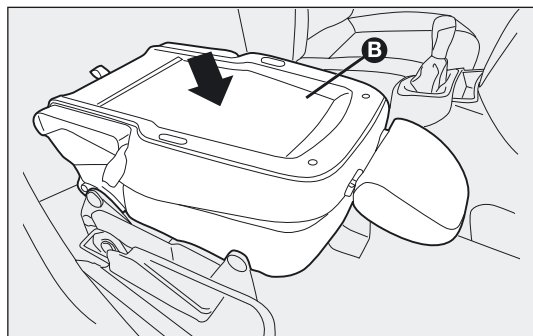

fig. 23
- ☐ druk vervolgens de rugleuning B-fig. 23 omlaag: de stoel is nu volledig ingeklapt in „tafel”-stand;